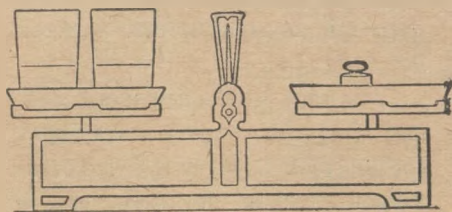
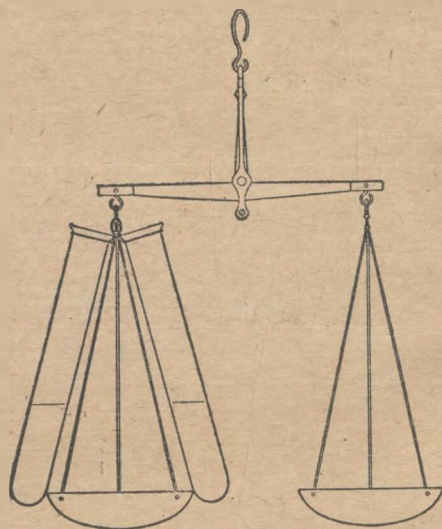

Рис. 84. Два стакана с растворами, уравновешенные на весах.
Рис. 85. Две пробирки с растворами, уравновешенные на весах.
*Задача 4.* Уравновесьте на весах дробью или песком два стаканчика с различными растворами. Растворы для каждого звена могут быть выданы различные. Стаканчик удобно поместить на весы с плоскими чашками (рис. 84), если их имеется достаточно. Если таких весов нет или не хватает на все звенья, то растворы можно взять в пробирках. Две пробирки связываются веревочкой, и вешаются на весы на проволочном крючке, как на рис. 85.